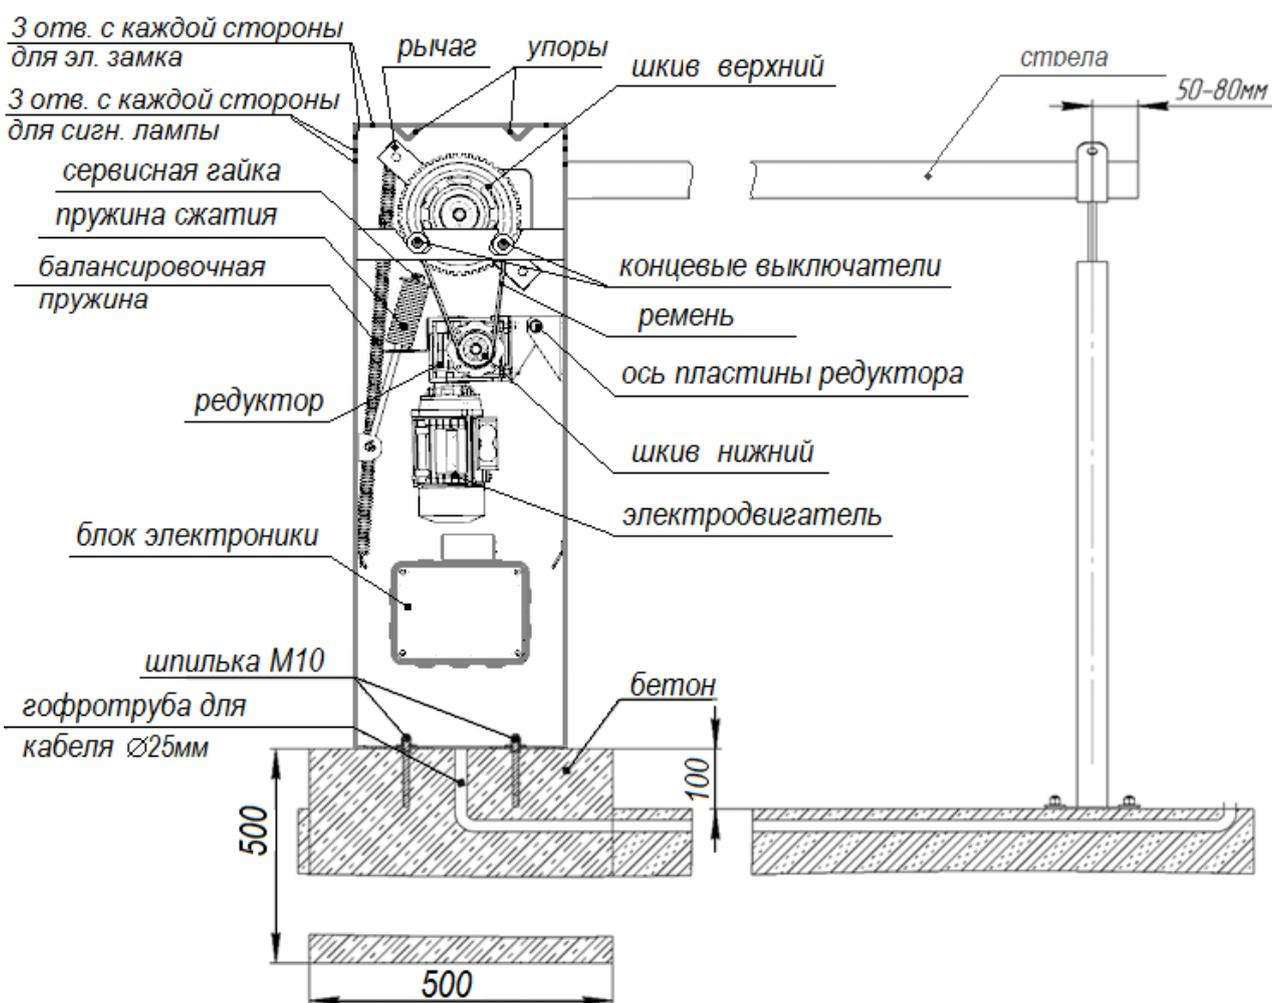

Рисунок 1
Шлагбаум следует установить на фундамент размером 500x500x500 из бетона марки не ниже М400. При заливке необходимо использовать монтажный комплект: монтажную раму и анкеры, при этом каждый анкер должен выступать над поверхностью фундамента своей резьбовой частью на высоту не менее 40 мм. Сам фундамент должен выступать над уровнем проезжей части не менее 100мм (см. Рисунок 1, 2)
На производстве шлагбаумы собираются в правостороннем исполнении (если смотреть со стороны крышки тумбы, стрела с права см. Рисунок 1, 2).
- * Переставить балансировочную пружину с левого крепления на рычаге и зацепе на правое крепление (см. Рисунок 1).
Концевые выключатели настраиваются таким образом, чтобы при срабатывании выключателя рычаг останавливался на расстоянии 1-2 мм от упоров, расположенных на верхней поверхности корпуса шлагбаума, не касаясь их (см. Рисунок 1).
Сигнальная лампа подключается к разъему **X3**. Напряжение ~220В. Активируется при движении стрелы шлагбаума. Лампа крепится с боку корпуса шлагбаума (см. Рисунок 1)